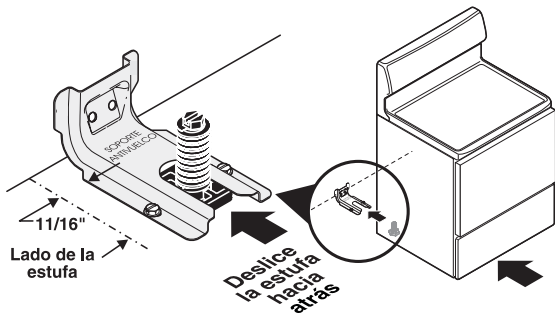

Fig. 26
- 3. Nivele y ubique la estufa** - Nivele la estufa ajustando los cuatro (4) tornillos niveladores con una llave. Nota: Se debe dejar un espacio libre mínimo de 1/8" entre la parte inferior de la estufa y los tornillos niveladores a fin de dejar espacio para instalar el soporte (Fig. 26). Deslice la estufa de nuevo a su lugar. Retire el panel inferior o la gaveta de almacenamiento para verificar visualmente si el tornillo nivelador trasero está insertado y firmemente asegurado por el soporte. Para los modelos con un compartimiento calefactor o compartimiento de asador, sujete la estufa desde el borde superior trasero y trate de inclinarla hacia adelante cuidadosamente. Use un nivel para verificar sus ajustes (Fig. 27).